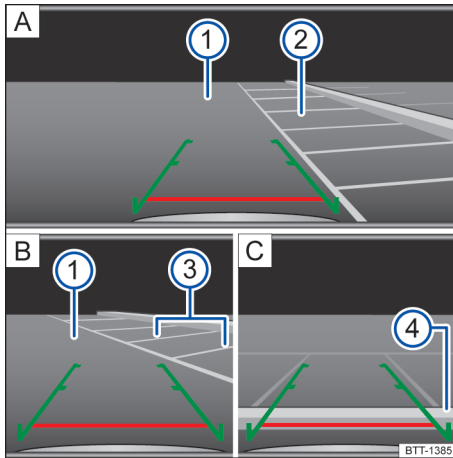

Fig. 101 Visualización de la pantalla del sistema de radio: estacionar con la cámara de marcha atrás.
Leyenda para → fig. 101:
- Colocar el vehículo delante de la plaza de estacionamiento → fig. 101 (2) **A**.
- Conducir hacia atrás lentamente y maniobrar de modo que las guías verdes laterales conduzcan entre las líneas de delimitación de la plaza de estacionamiento seleccionado (2) **A**.
- Alinear el vehículo en la plaza de estacionamiento seleccionada de modo que las guías verdes laterales queden sobre las líneas de límite lateral (3) **B**.
- Detener el vehículo cuando la línea roja alcance el límite trasero (4) **C**.